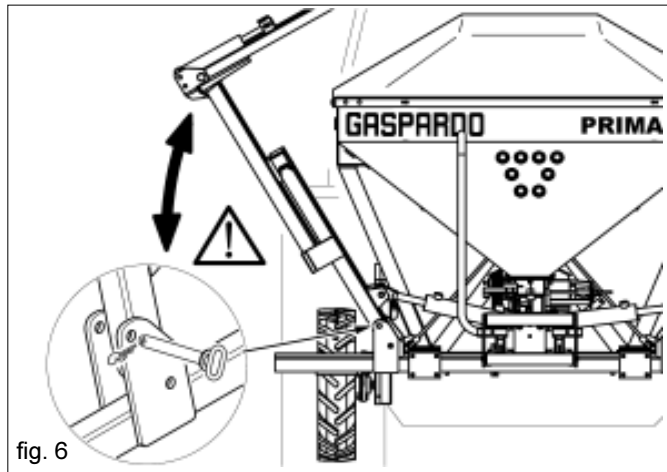

fig. 6
- 35) Bei Verlagerungen außerhalb der Arbeitszone muss sich die Ausrüstung in Transportposition befinden, wobei die Sicherheitsvorrichtungen aktiviert sein müssen. (Abb. 6).